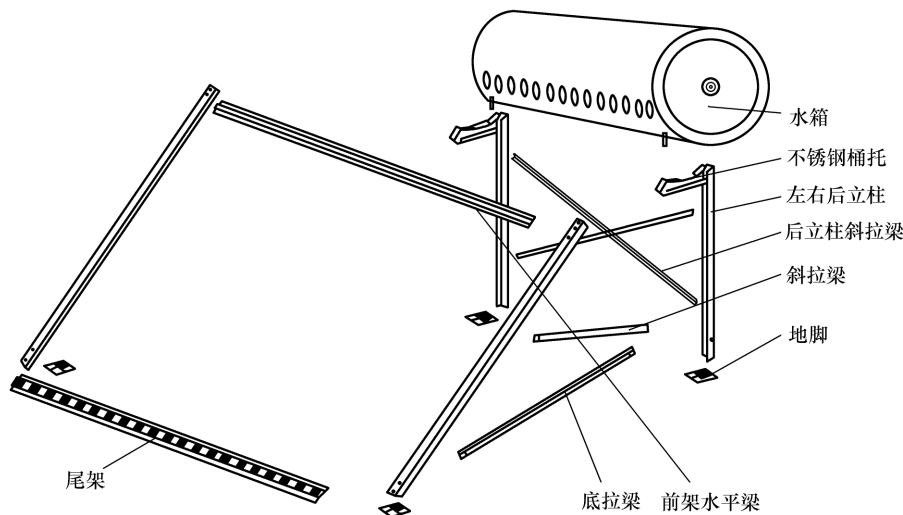

图 7-1 太阳能热水器支架各部件安装前的摆放
1) 开箱检验后,将支架各个组成部分整理好并放置于便于安装的位置,如图 7-1 所示。